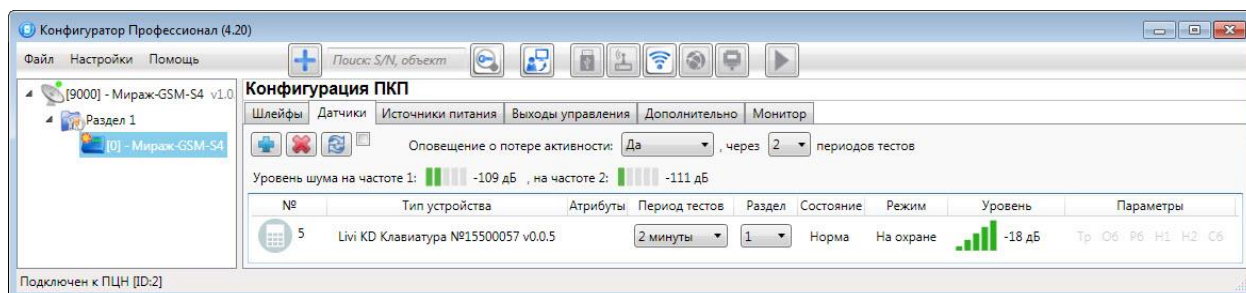

Рисунок 4.31 — Вкладка *Датчики* (основные параметры работы радиоустройств)
В верхней части вкладки *Датчики* (Рисунок 4.31) задаются основные параметры работы радиоустройств Livi.
1. На вкладке *Датчики* нажмите кнопку  (см. рисунок 4.31).